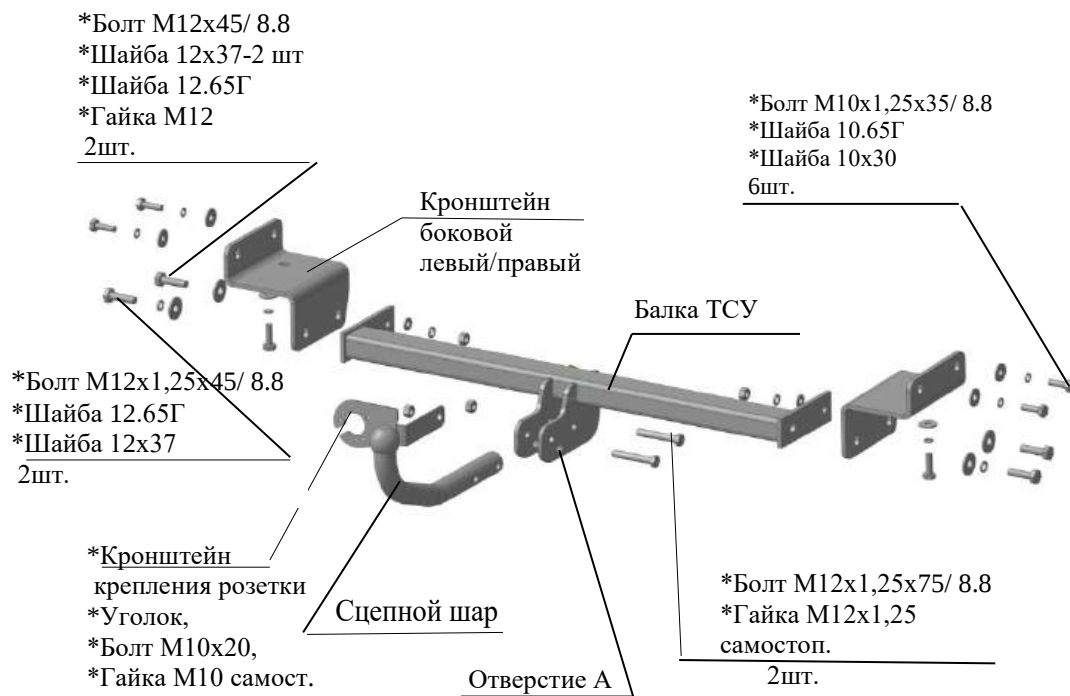

Рис.1 Тягово-цепное устройство ТСУ 7252.
2.1 ТСУ 7252 в сборе (рис.1)	1 шт.
2.2 Пакет с комплектующими (см. рис.1)	1 шт.
4.2 Закрепить боковые кронштейны ТСУ (левый и правый соответственно рис.1) к боковым наружным и нижним полкам лонжеронов а/м болтами М10х1,25х35 используя гайки штатные, подложив под головки болтов шайбы 10.65.Г и шайбы 10х30. Крепеж не затягивать.